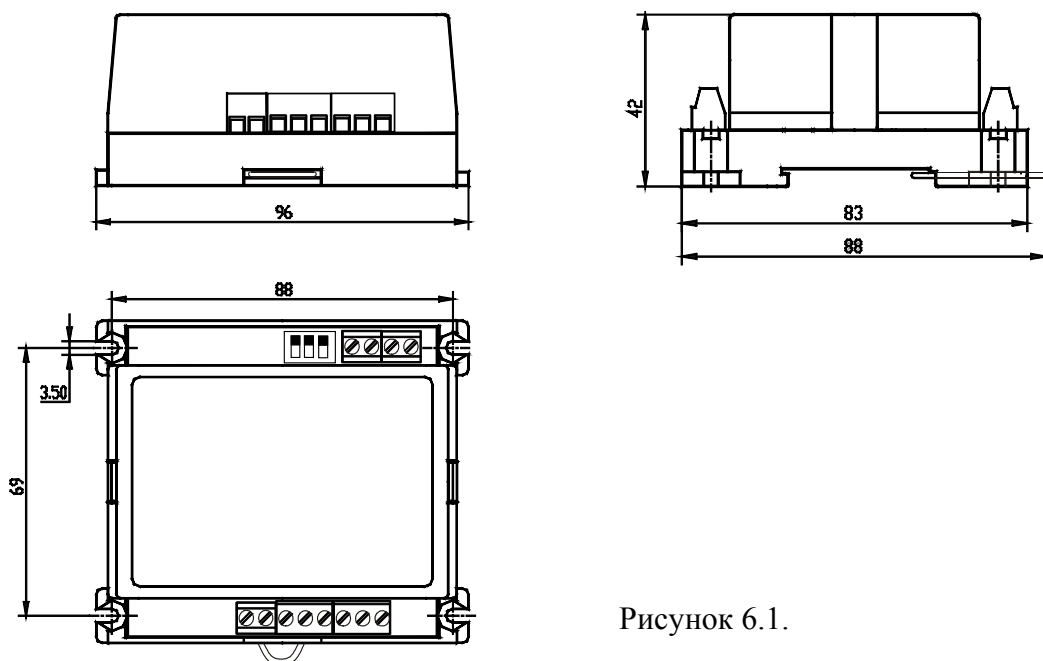

Рисунок 6.1.
6.1 Габаритные и установочные размеры реле приведены на рис. 6.1.